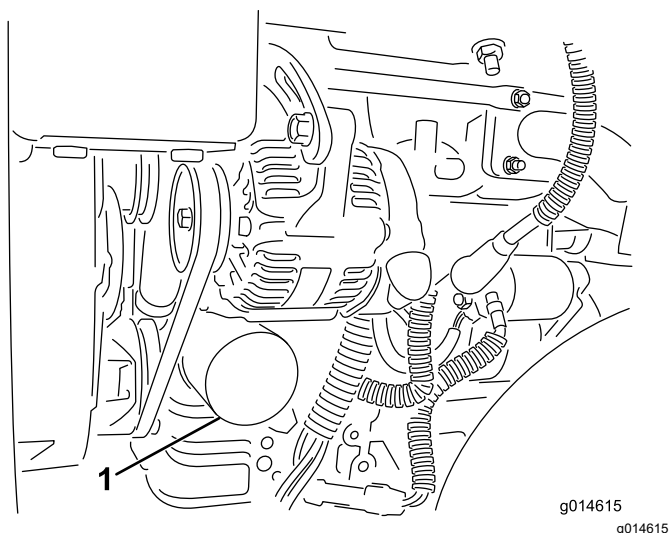

Рисунок 32
2. Снимите масляный фильтр (Рисунок 32). Нанесите тонкий слой чистого масла на прокладку нового фильтра.